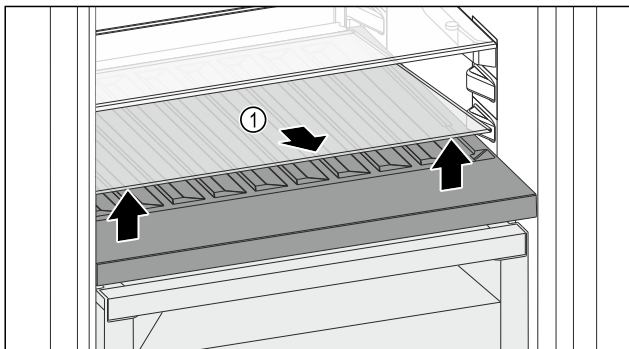

Fig. 146
- ▶ Приподнимите стеклянную пластину Fig. 146 (1) за выемку спереди и извлеките.
- ▶ Уложите стеклянную пластину Fig. 146 (1) на хранение вне устройства.
- ▶ Установите стеклянную пластину (2) под сменной полкой для хранения бутылок.